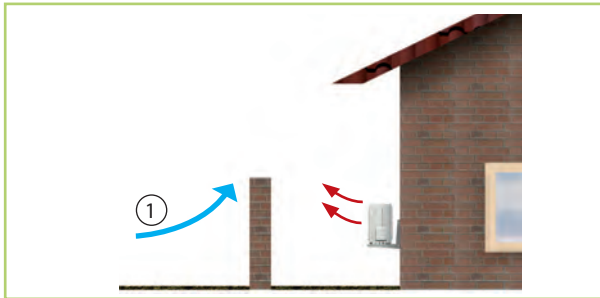
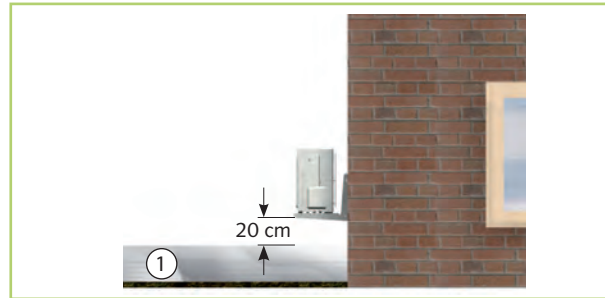

Abb. 43: Schutz vor Wind
Abb. 44: Schutz vor Schnee
- Wird das Außenmodul in einer Gegend mit starkem Wind aufgestellt, muss das Gerät vor dem Wind geschützt werden (Abb. 43). Bei der Montage sind Schneegrenzen zu beachten (Abb. 44).
- Beachten Sie bei der Aufstellung die zu erwartende Schneehöhe und eine Erhöhung um ca. 20 cm, damit ganzjährig ein freies Ansaugen und Ausblasen der Außenluft gewährleistet werden kann (Abb. 44).